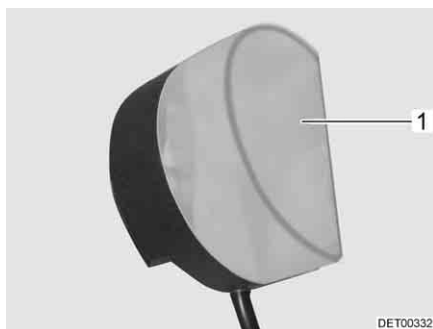

Bild 191 Klädskåpslampa
- Tryck ihop lampkåpan (Bild 191,1) lätt och tag av den.